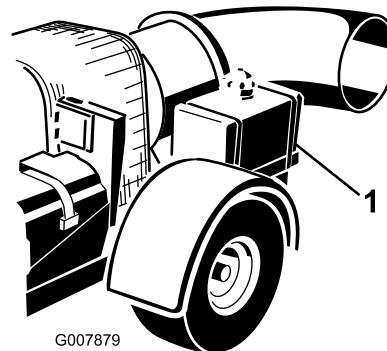

Figura 12
2. Limpe a zona em redor da tampa do depósito de combustível e retire-a (Figura 12).